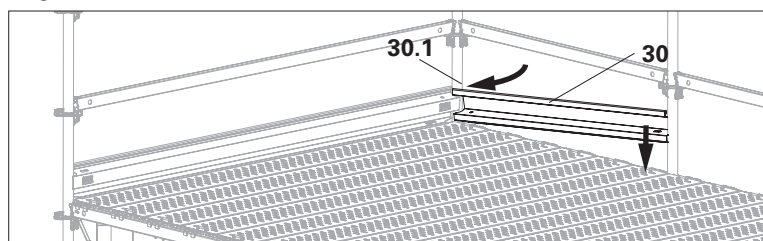

Fig. A5.04a
3. Inserire la tavola fermapiede UPY (30) dall'esterno con l'intaglio grande del tubo (30.1) prima a sinistra. (Fig. A5.04a)